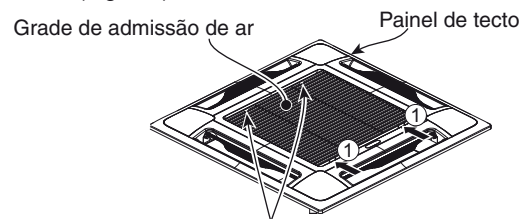

Fig. 7-4
- b) Deslize os prendedores da grade de admissão de ar na direcção mostrada pelas setas ① para abrir a grade. (Fig. 7-4)